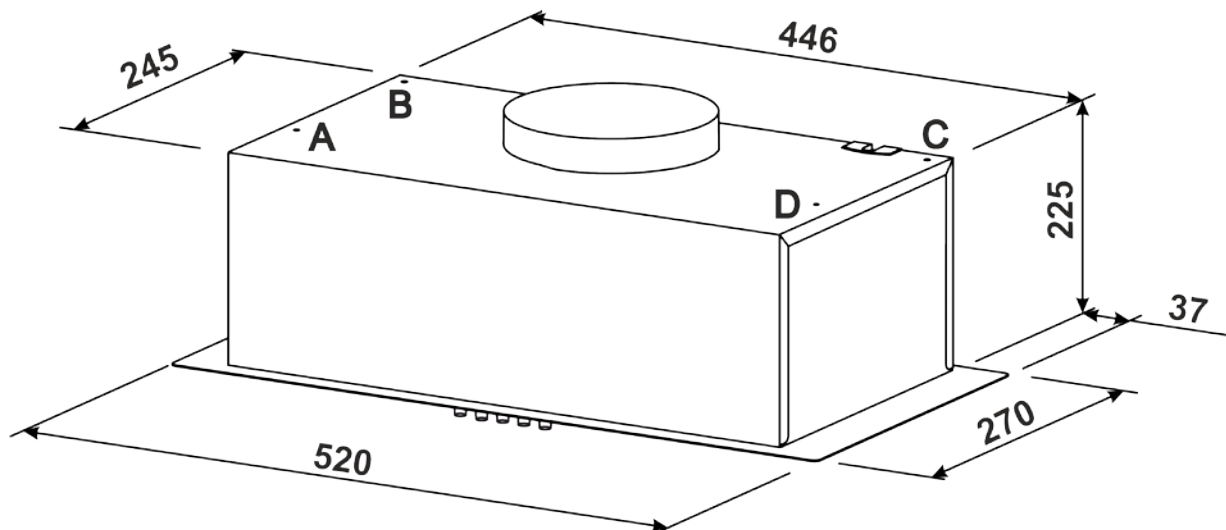

Рис. 4
6.5 Кріпити витяжку до шкафчика рекомендовано використовувати 4 саморізи 4,8x13 DIN968 з середини витяжки (саморізи в комплекті постачання не входять (**рис.4 / 4.1**).